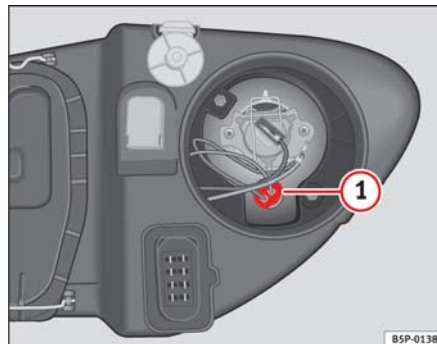

Fig. 172 Luz de población
- Extraiga el portalámparas ⇒ **fig. 172 1** hacia fuera.